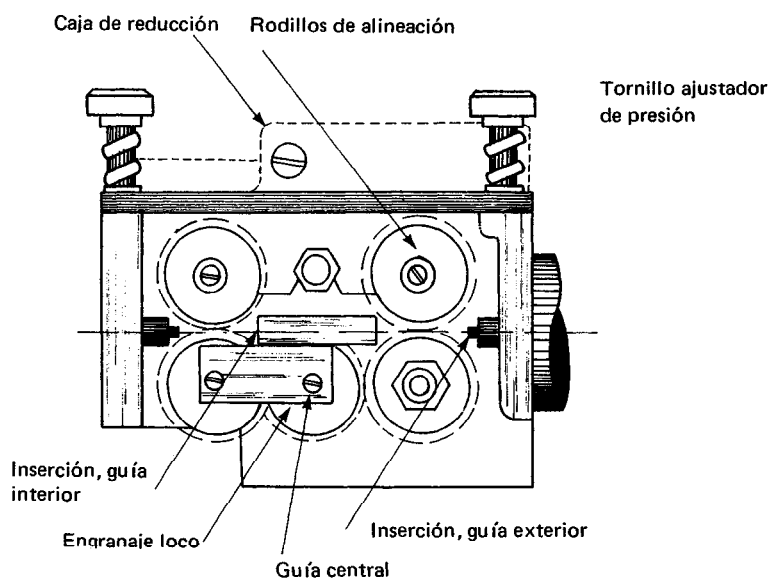

Figura 3.8
b) Introduzca el alambre a través de los rodillos de alimentación según figura 3.8.